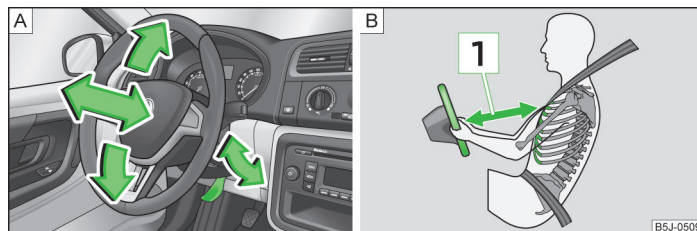

Fig. 86 Volante regolabile: Leva sotto il piantone dello sterzo / distanza di sicurezza dal volante
- Regolare il volante in maniera tale che la distanza tra il volante e lo sterzo sia pari a min. 25 cm  » fig. 86 a pagina 95. Se non si rispetta questa distanza minima, il sistema airbag non può proteggere - pericolo di morte!
- Abbassare la leva sotto il volante » fig. 86 - A.